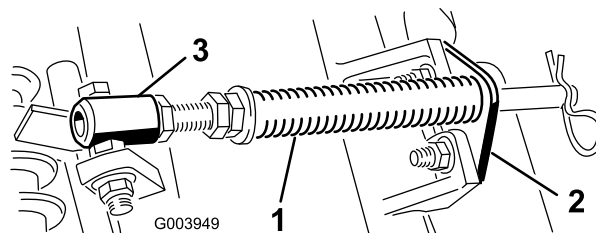

Рисунок 5
- А. Отверните два каретных болта и гайки крепления кронштейна штока к выступам режущего блока (**Рисунок 5**).
- В. Отверните фланцевую гайку крепления болта трубки пружины к выступу несущей рамы (**Рисунок 5**). Снимите этот узел.